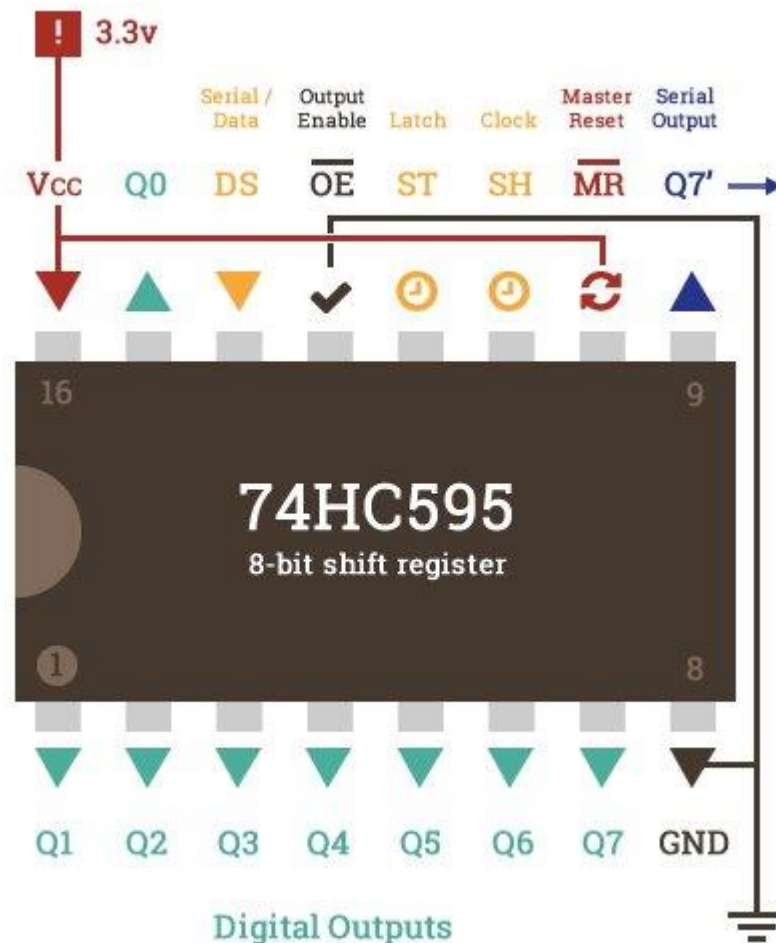

Figura 2. Integrado 74HC595.
En la figura 2 se puede ver la configuración de pines del integrado. VCC es el pin de alimentacion, puede ir de 2v a 6v, Serial/Data (DS) es el pin por donde se recibe la informacion secuencialmente, Output Enable (OE) es el pin que habilita la salida de datos, Latch (ST) es el pin que actualiza los datos de salida, SH (Clock) es el pin que actualiza los datos de que van guardando serialmente, Master Reset (MR) es el pin que resetea los datos guardados, QX son los pines de salida, Q7' es un pin que permite conectar varios 74HC595. Cabe resaltar que OE y MR estan negadas.